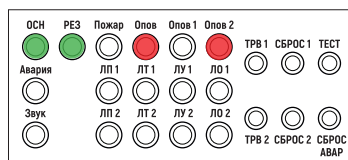

Рис. 40. Пример индикации на двухзональном БРО при воспроизведении тревожного сообщения в зону 1
- на двухзональном блоке речевого оповещения оптические индикаторы «ПИТАНИЕ ОСН», «ПИТАНИЕ РЕЗ», «ОПОВЕЩ» и «ОПОВЕЩ1» и/или «ОПОВЕЩ2» (в зависимости от выбранной зоны) горят ровным свечением, индикатор «ПОЖАР» и индикаторы группы АВАРИЯ выключены (рис. 40).